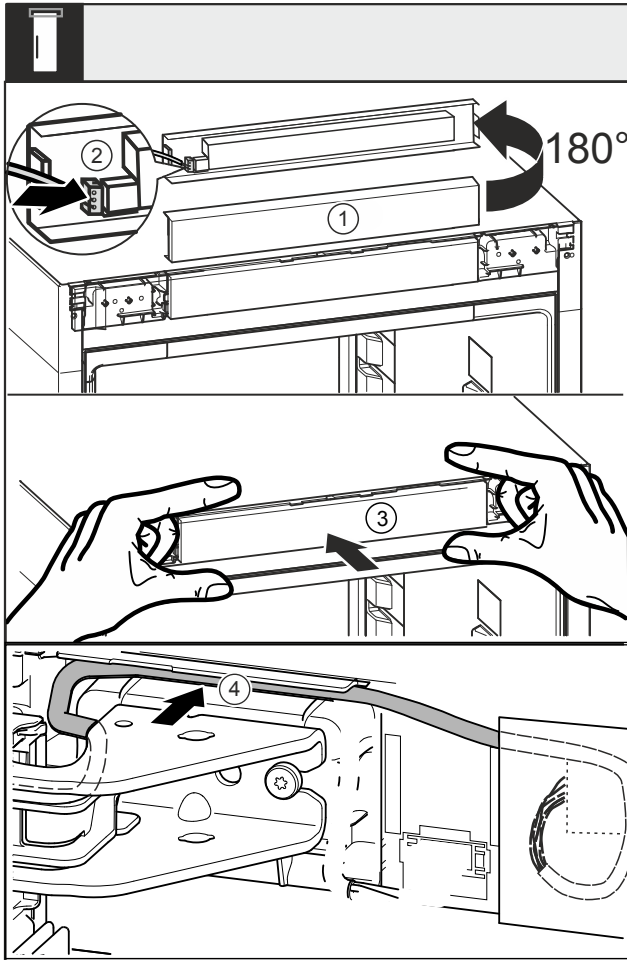

Fig. 45
- Tourner le cache Fig. 45 (1) de 180° vers le haut.
- Enclencher le connecteur Fig. 45 (2) sur le cache du panneau de commande.
- Enclencher à nouveau le cache Fig. 45 (3) sur l'appareil.
- Poser avec précaution le câble dans le guide Fig. 45 (4) au-dessus du support de palier supérieur.